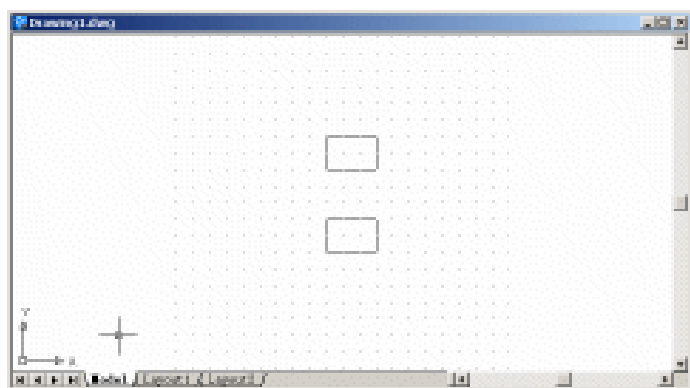

图 8.3 绘制方块
(2) 用 RECTANG 命令绘制方块，如图 8.3 所示。